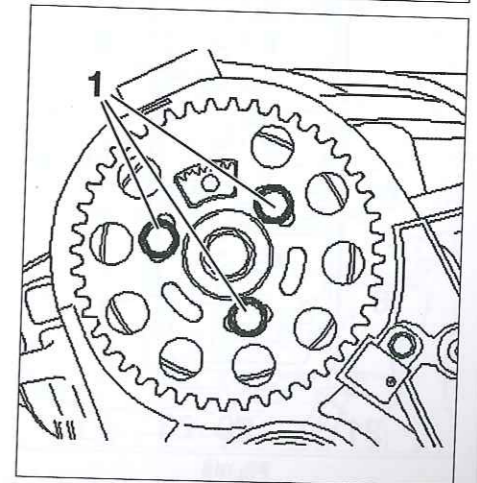

Fig. 52
- los tornillos (1) del piñón de ejes de levas (Fig.52).